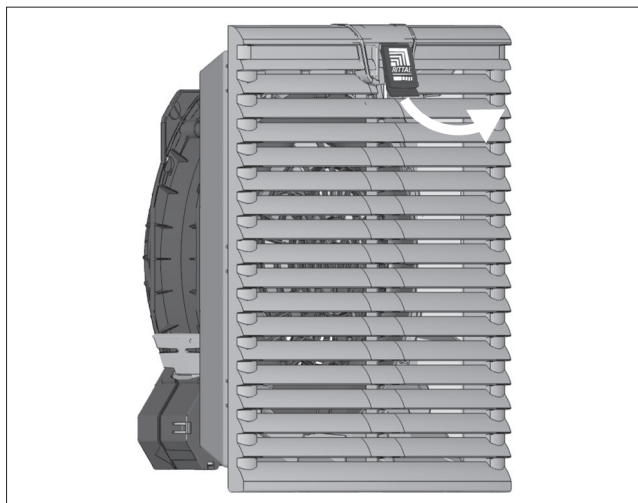

Fig. 6: Sblocco della griglia
- Con un dito sollevare la linguetta del logo presente nella griglia (cfr. fig. 6).